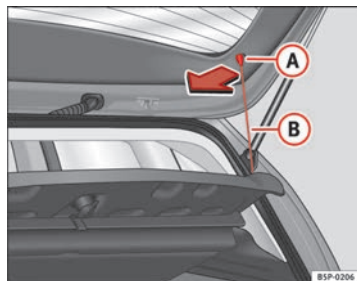

Fig. 122 Pianale portaoggetti
- Sganciare i tiranti ⇒ fig. 122 **B** dagli alloggiamenti **A**.